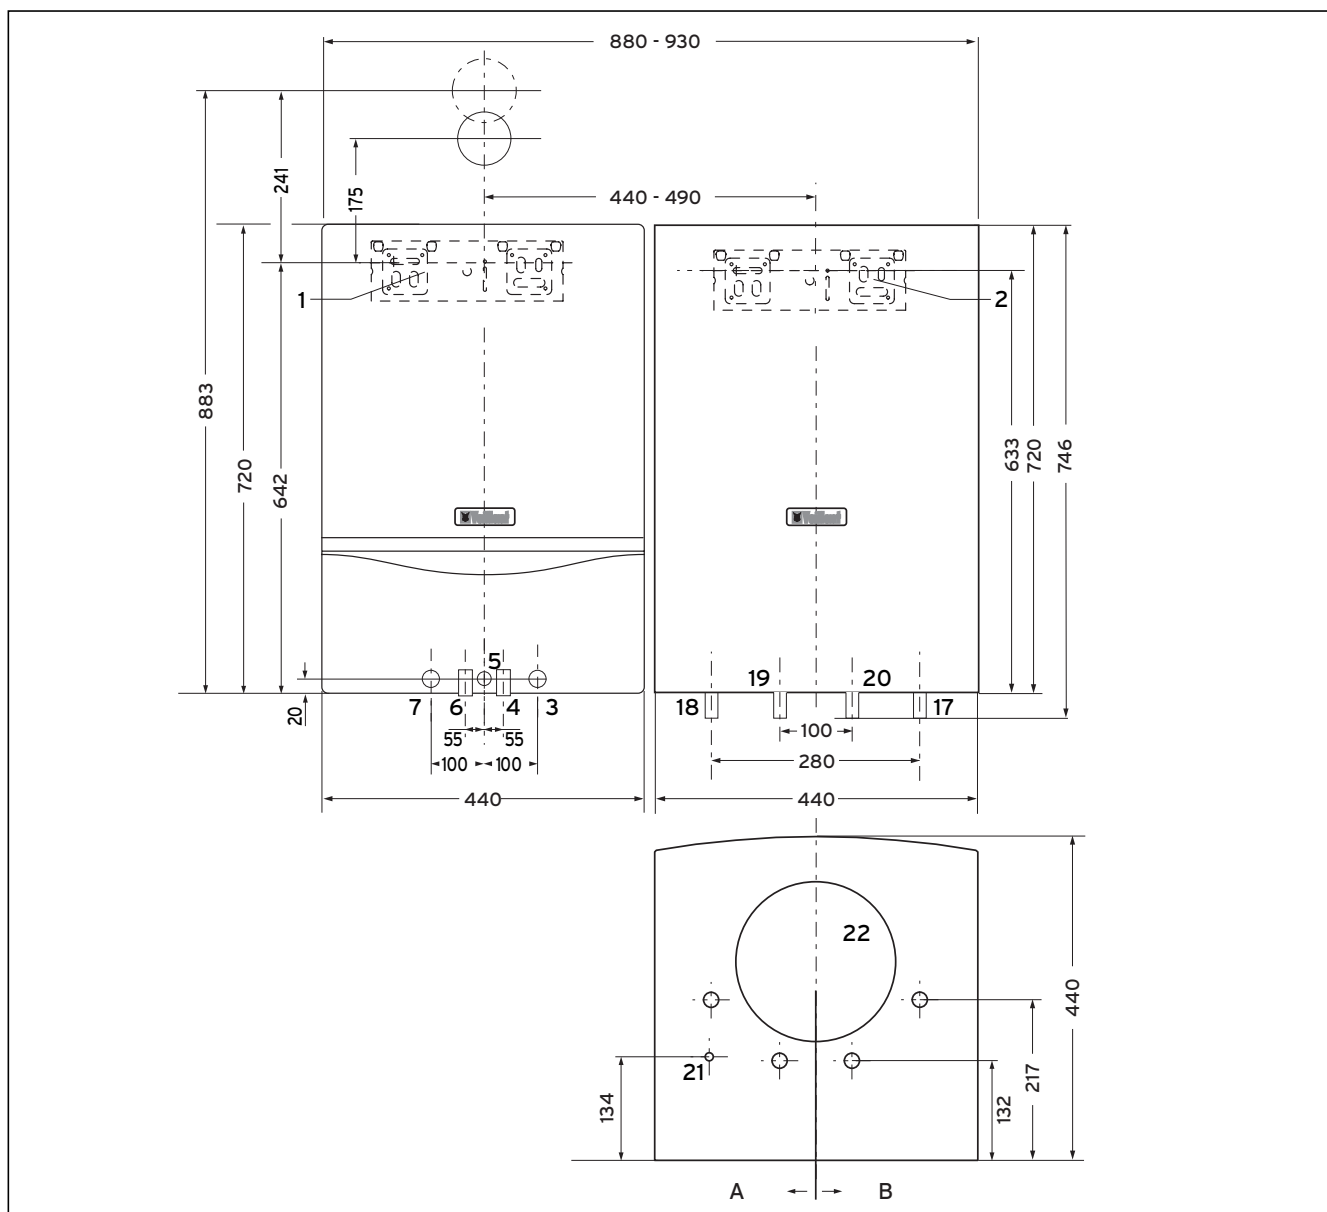

Fig. 4.2 Mål ved montering ved siden av varmeapparatet
- Tanktilførsel og -retur må kobles til omvendt! Følg «varm-» og «kaldvannssiden» i fig. 4.2 og 4.3.